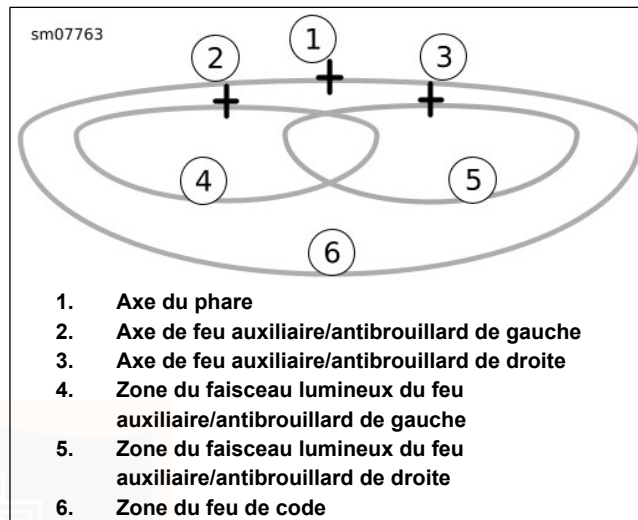

Figure 72. Faisceau de phare : Type DÉL avec feux auxiliaires/antibrouillard
4. Voir Figure 72. Marquer les axes horizontal et vertical (2, 3) du feu auxiliaire/antibrouillard sur le mur.
7. Allumer le phare en code et couvrir le phare et le feu auxiliaire/antibrouillard de droite. régler le feu auxiliaire/antibrouillard de gauche de sorte que toute la zone de forte intensité (4) soit au-dessous de l'axe tel qu'illustré à la Figure 72.